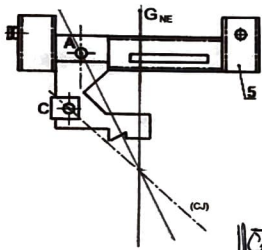

Figure 4
3.3. Isoler NE, faire le bilan des actions mécaniques et déterminer graphiquement les actions en A et C (sur figure 4, feuille 6/6).